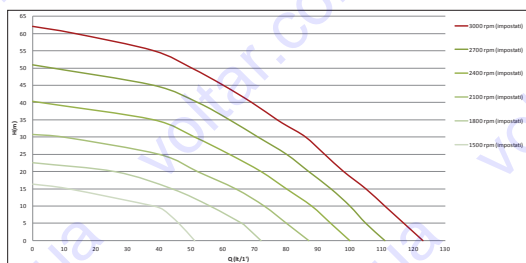
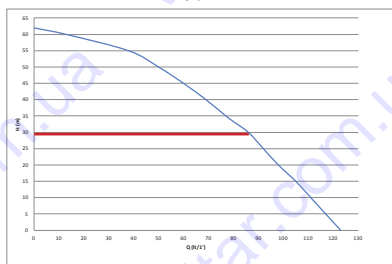

Рисунок 6
Рисунок 7
На Рис.6 на графике красным цветом нарисована характеристическая кривая гидравлических эксплуатационных характеристик при максимальной скорости вращения (насос не управляется инвертером). Получаем:
На том же графике на Рис.6, зеленым цветом выделены другие характеристические кривые, соответствующие уменьшенной скорости вращения электронасоса. Инвертор, автоматически модулируя скорость вращения электронасоса, позволяет ему перемещать собственную работу от одной характеристической кривой к другой, сохраняя постоянное заданное значение давления (SP). На практике, кривая, получаемая системой, пилотируемой инвертером, становится той, которая изображена на Рис.7 (с учетом величины SP по умолчанию = 3,0 бар).